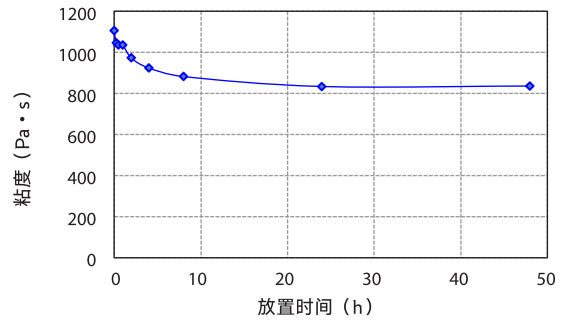

图 4 水分吸收引起的粘度变化
(1)	PC/GF	17000	33%	44.7	1,098
(2)	PC/GF	22000	33%	30.6	1,604
(3)	PC/GF	26000	33%	18.5	2,657
使用分子量为 17000 的样品 (1) 测量由于吸湿导致的 GFRP 粘度变化。在 100°C 下真空干燥 13 小时后，将样品置于湿度约为 50%、温度约为 23°C 的房间中。在表 2 条件下进行检测，测定表 4 中所示各放置时间的粘度变化。检测结果见表 4 和图 4。由此可知，GFRP 的水分吸收随着放置时间的增加而增加，导致粘度降低，流动性升高。此外，研究发现，在室内静置约 4 小时后，粘度显著下降，约 24 小时后，粘度下降幅度变小。